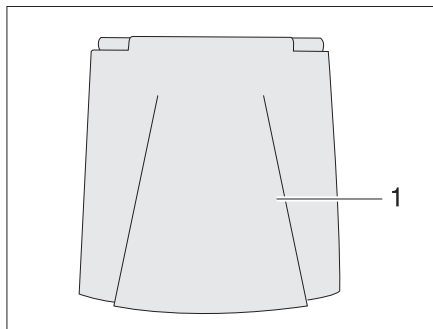

Fig. 32 Sportellino del bocchettone di rifornimento di carburante
- Aprire lo sportellino (Fig. 32,1)
- Inserire la chiave nel cilindro della serratura (Fig. 32,3) e ruotare in senso antiorario.
- Rimuovere il coperchio (Fig. 32,2).